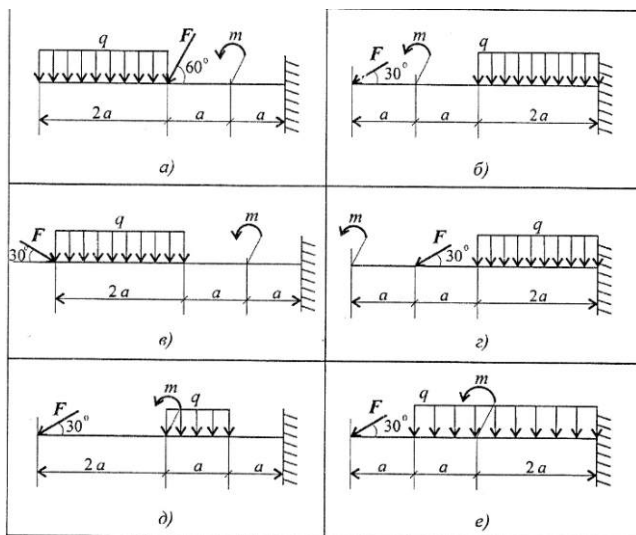

Рис.20.
**Расчетно-графическая работа 3. Темы 1.3, 1.4.** Определить величины реакций в опоре заземленной балки или шарнирных опорах. Провести проверку правильности решения. Данные выбрать из таблицы 3 и рис. 20 и 21.